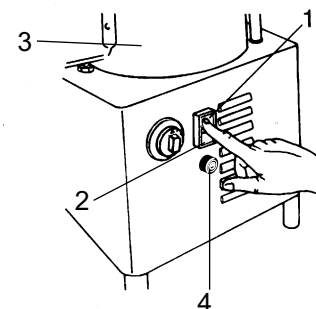
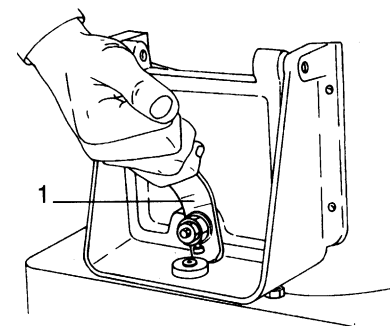

Fig. 8
Fig. 9
- premere il pulsante verde 1 Fig. 8 si illuminerà la spia bianca e inizia il ciclo di lavorazione.
- Il ciclo si fermerà azionando il pulsante rosso 2 Fig. 8
- Estrarre il prodotto dal contenitore cilindrico 3 Fig. 8, agire sul pulsante nero dopo aver alzato la leva dello sportello
- Aprire lo sportello di uscita agendo sulla leva 1 Fig. 9 e azionando il pulsante nero 4 Fig. 8.